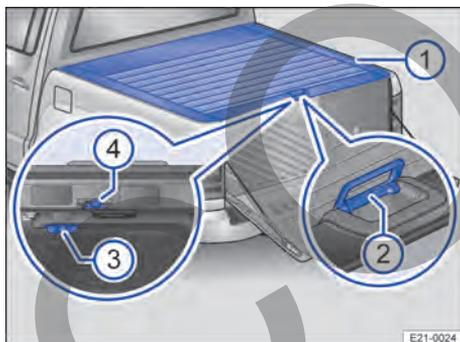

Fig. 51 Cubierta enrollable: cuadro general.
2. La cubierta enrollable se desbloquea y bloquea mediante el botón giratorio situado en la cubierta debajo del asidero → fig. 51 ③.
La cubierta enrollable → fig. 51 ① se puede abrir completamente o situar en una posición intermedia.
1. *Abrir completamente:* Tire del asidero de la cubierta hacia arriba hasta el tope → fig. 51 ②. La cubierta se abre automáticamente y la cinta permanece en el centro.
4. **Abrir brevemente y volver a cerrar:** Si solo se desea abrir la cubierta brevemente y que se vuelva a cerrar inmediatamente después, hay que presionar el fiador → fig. 51 ④ hacia la izquierda mientras se tira de la cinta. La cubierta encastra entonces cuando está completamente cerrada.